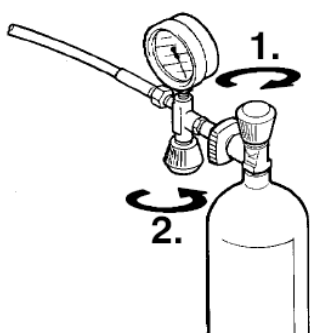

Рис.9. Отсоединение баллона
- После достижения финального давления в баллоне **сначала закройте вентиль баллона (1, рис.9), затем закройте вентиль заполняющего устройства** поворотом по часовой стрелке до упора (2).